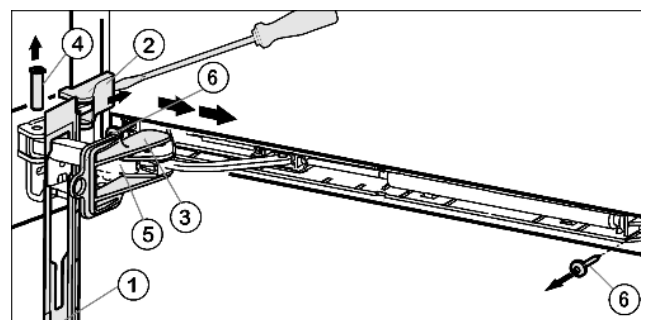

Fig. 5
- ▶ Blende über den Dämpferbügel *Fig. 5 (5)* in Richtung Gerät nach vorne schieben.
- ▶ Sicherung *Fig. 5 (3)* in Langloch einrasten.
- ▶ Abdeckung *Fig. 5 (2)* mit Schraubendreher von der Außenseite her abheben und nach Außen abnehmen.
- ▶ Bolzen *Fig. 5 (4)* von unten rausdrücken.
- ▶ Dämpferbügel *Fig. 5 (5)* Richtung Tür drücken.
- ▶ Blende *Fig. 5 (1)* abnehmen.
- ▶ Gesamte Schließdämpfereinheit abschrauben (2 mal Torx 15) *Fig. 5 (6)*.